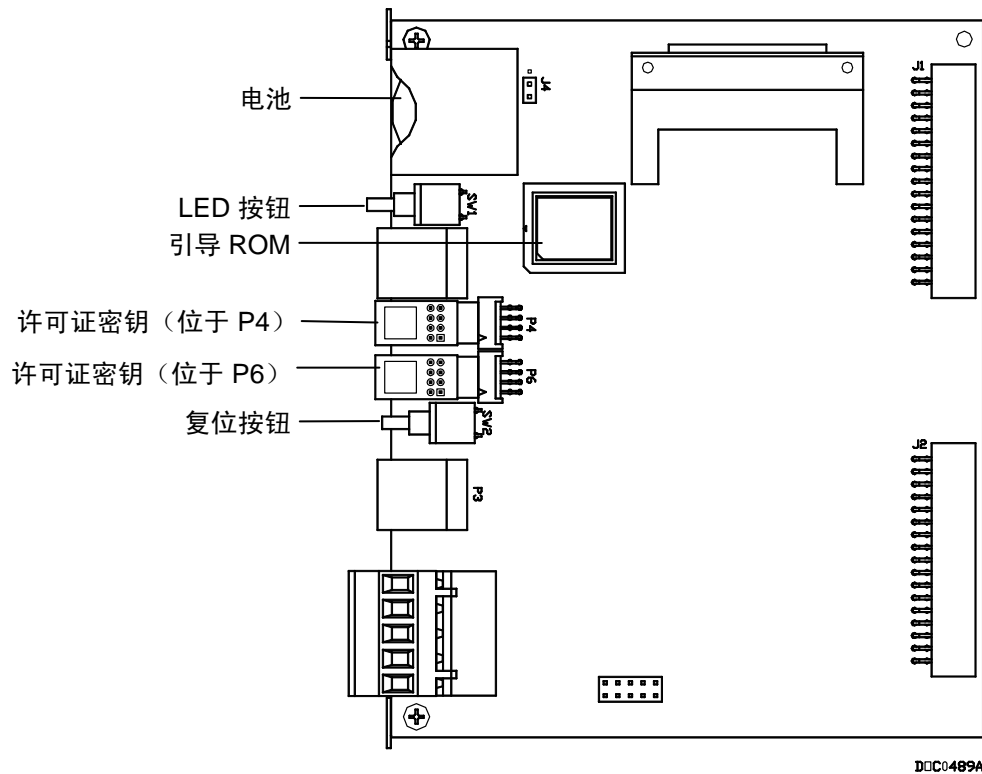

图2-7. CPU 连接器
6. 将许可证密钥置于 CPU 中适当的端子插槽（P4 或 P6）中（请参阅图 2-7）。
6. 移除 CPU 中适当的端子插槽（P4 或 P6）中的许可证密钥（请参阅图 2-7）。